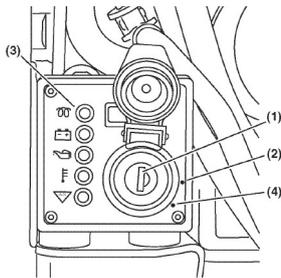

Abb. 17: Schlüsselschalter
Schritt 5: Den Schlüssel in den Schlüsselschalter (Abb. 17, Pos. 1) oder (Abb. 16B, Pos. 1) stecken.
Schritt 6: Den Schlüssel in die EIN-Stellung (Abb. 17, Pos. 2) oder HEAT-Stellung (Abb. 16B, Pos. 2) drehen. Die Vorglühanzeige (Abb. 17, Pos. 3) blinkt mehrere Sekunden und erlischt dann. Nachdem die Vorglühanzeige erloschen ist, kann der Motor angelassen werden.
Schritt 7: Den Schlüssel im Uhrzeigersinn in die START-Stellung (Abb. 17, Pos. 4) oder (Abb. 16B, Pos. 4) drehen. Den Schlüssel freigeben, sobald der Motor einspringt. Der Schlüssel kehrt in die EIN-Stellung (Abb. 17, Pos. 2) oder (Abb. 16B, Pos. 5) zurück.